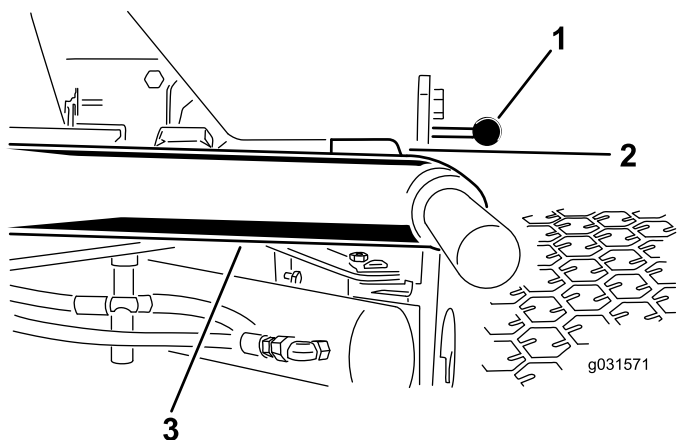

図 12
- エンジンを始動し、昇降アームを上昇させて、各昇降アームとフロアプレートブラケットとの距離が、図 12のように 5-8 mm になっていることを確認する。